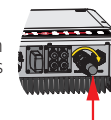

Fig. 24
**REMARQUE :** assurez-vous qu'elles sont connectées côté « Secours » (autre côté connecté au réseau public) (Fig. 24).